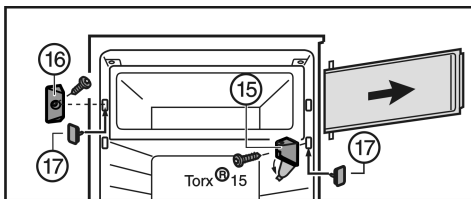

Fig. 7
- ▶ Pliegue la cubierta en el soporte de cojinete Fig. 7 (15).
- ▶ Desatornille el soporte de cojinete Fig. 7 (15) con la puerta del compartimiento.
- ▶ Desatornille la pieza de cierre Fig. 7 (16).
- ▶ Cierre los agujeros desocupados con los tapones Fig. 7 (17) adjuntos.